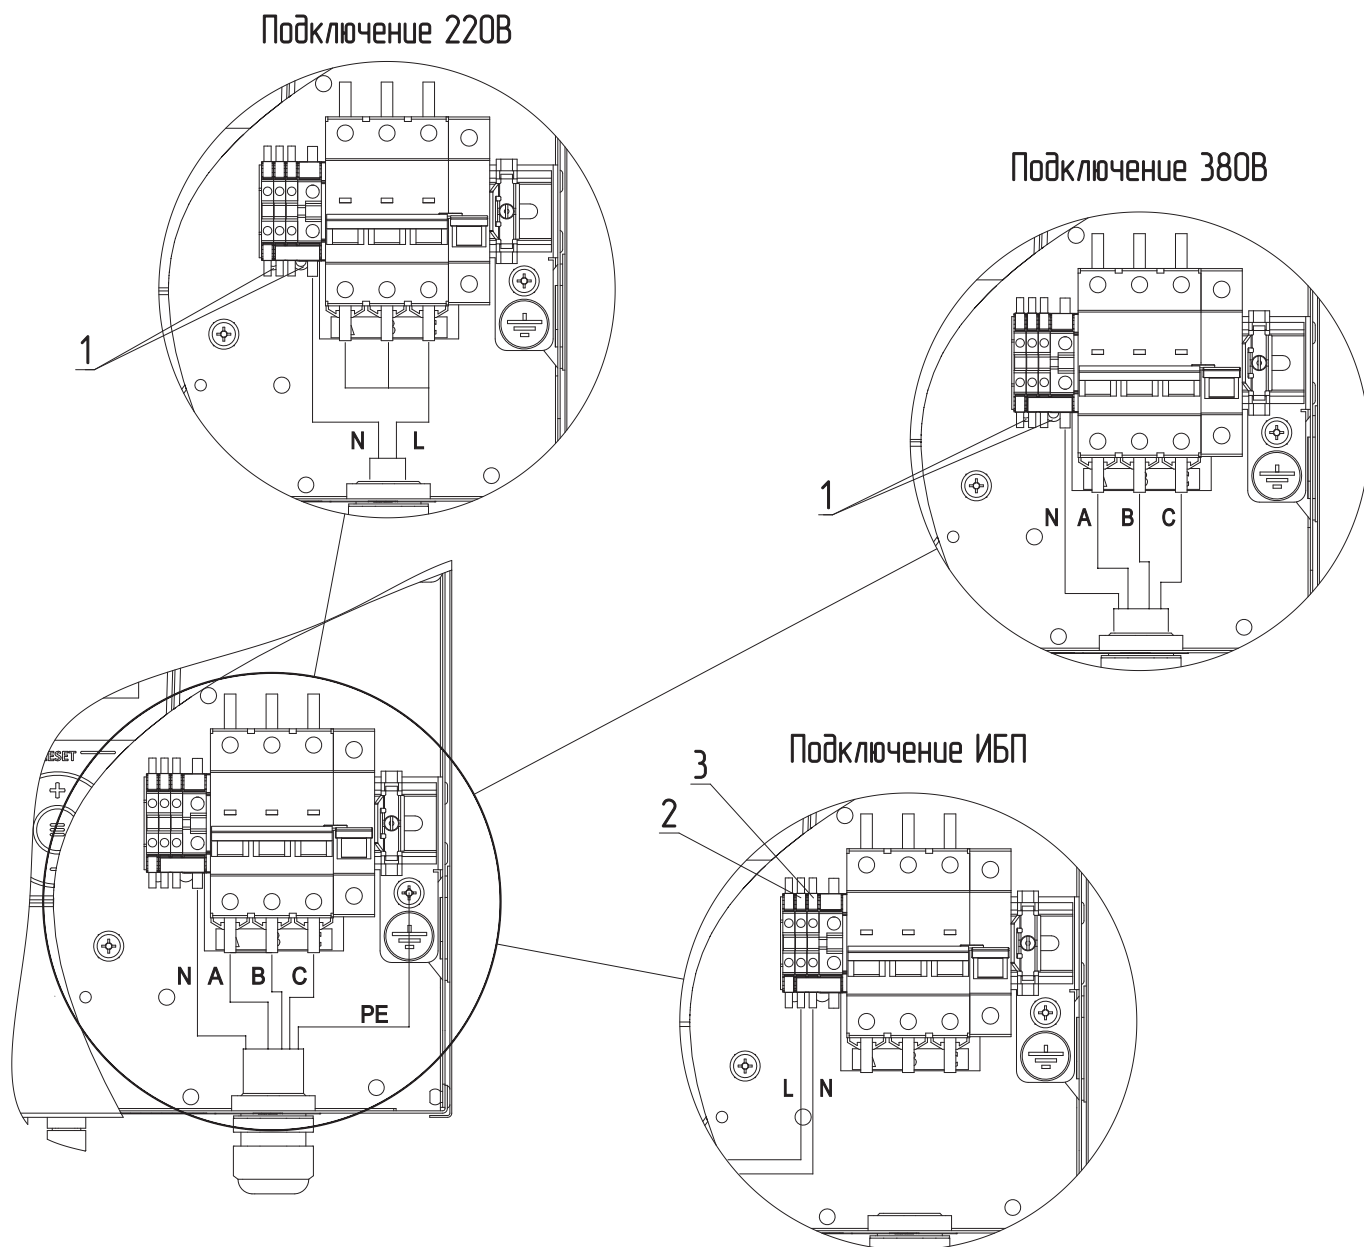

Рис.4 Схема подключения электрического котла ZOTA LUX-X 4,5-48 кВт
- извлечь перемычки (**рис.4, 5, поз.1**);
- подключить провода фазы «L» к колодке (**рис.4, 5 поз.2**);
- подключить провода нейтрали «N» к колодке (**рис.4, 5 поз.3**).